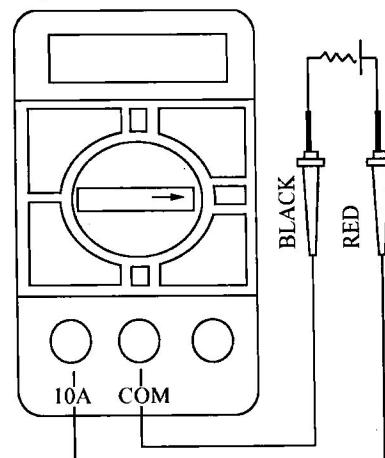

图2-2-4 直流电流的测量
2) 将功能开关置于10 A量程范围, 测试笔串入被测电路中 (如图2-2-4所示)。